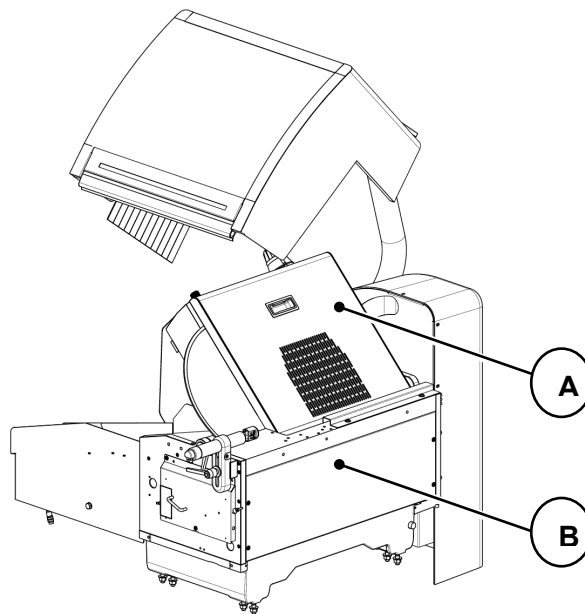

Fig. 09-15
- 3) Retire a proteção da lâmina "A" (Fig. 09-15) e a placa "B" (Fig. 09-15) atuando nos respectivos parafusos de fixação.